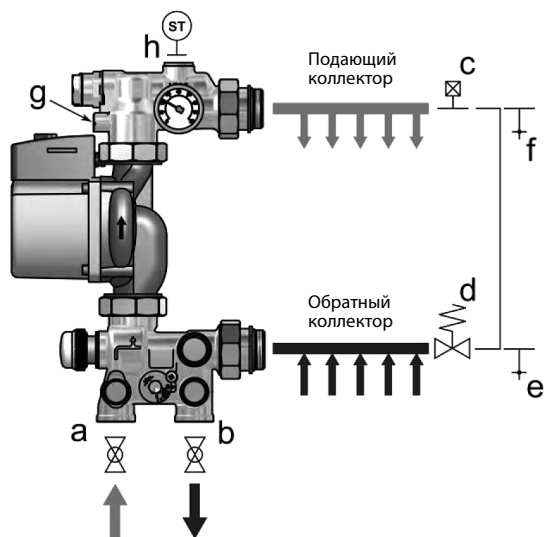

Рис. 2. Типовая схема монтажа смесительного узла и коллектора
Предупреждение: Коннектор 2 (G 1/2") для погружного датчика термостатической головки на рис. 2 должен быть установлен до начала любой работы! Термостатические головки поставляются с гильзой датчика, одновременно обеспечивающей подключение и защиту термостатической головки.
На Рис. 2 приведена типовая схема монтажа. Обратите внимание на правильность подсоединения труб к системе: подающая труба от котла должна быть подсоединена ко входу смесительного узла в соответствии с соединением (a), обратная труба котла должна быть подсоединена к выходу смесительного узла в соответствии с соединением (b). На входе и выходе смесительного узла для упрощения операций по заполнению и обслуживанию системы рекомендуется установить шаровые краны диаметром 3/4". Подающий коллектор должен быть установлен сверху, обратный коллектор – снизу. Дифференциальный байпас избыточного давления (d) также должен быть установлен, если Simplex оборудован насосом с фиксированной скоростью.
3. Насос должен быть установлен в направлении восходящего потока (см. маркировку на корпусе насоса) (Рис. 2);
Операции по заполнению должны производиться для каждого контура пола отдельно. Сверяясь с Рис. 2, закройте шаровые краны (а) и (b), и изолирующий кран насоса (g). Выполните следующие операции:
Смесительный клапан 7 (Рис. 2) управляется термостатической головкой 14, позволяющей регулирование с фиксированной точкой, при котором температура потока, определяемая выносным погружным датчиком, поддерживается постоянной по величине, задаваемой с помощью ручки управления. Как альтернатива, может использоваться термостатическая головка с сервоприводом и электронный терморегулятор с датчиком температуры (не входит в комплект). Соединительная резьба М30×1,5 мм.
Термостат безопасности должен быть установлен на подающей трубе для остановки циркуляции через отопительную систему, когда температура потока превышает пороговое значение. Термостат может быть контактного типа или с погружным чувствительным элементом. В первом случае рекомендуется его установка в контакте с подающим коллектором (верхним). Во втором случае чувствительный элемент должен быть погружён в поток непосредственно в гильзу (h) на Рис. 2. Рекомендуется использовать контактный термостат безопасности с настраиваемой уставкой 20–90 °C (см. Рис. 5a) либо термостат с постоянной уставкой 60 °C с погружным чувствительным элементом (см. Рис. 5b). Последний имеет соединитель с мягким уплотнением 1/2" М и подходит для установки в гильзу (h) на Рис. 2.